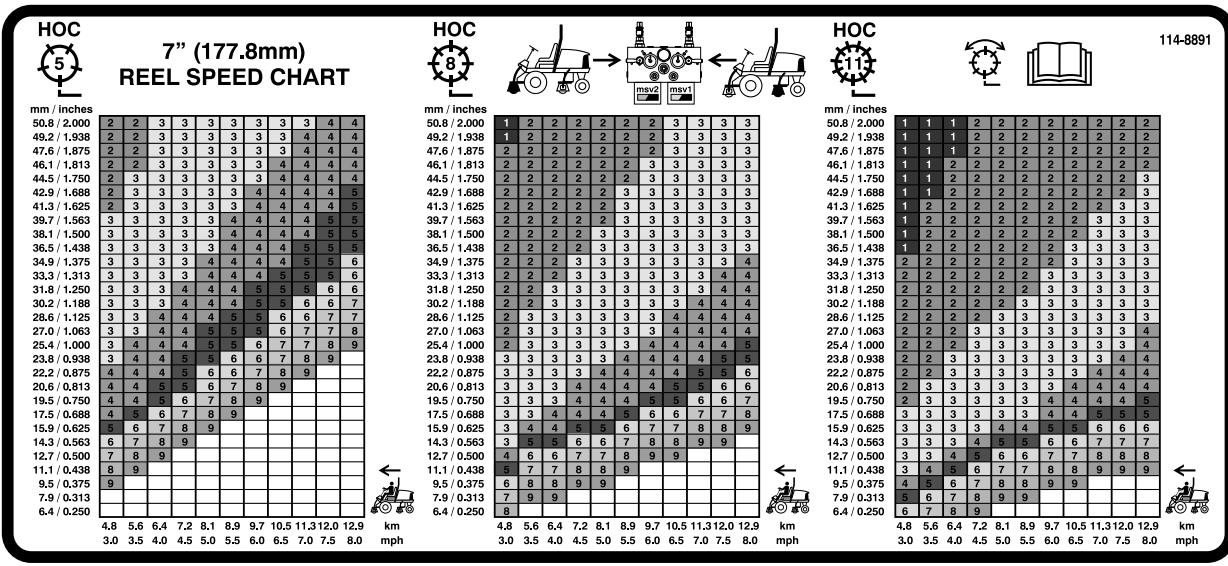
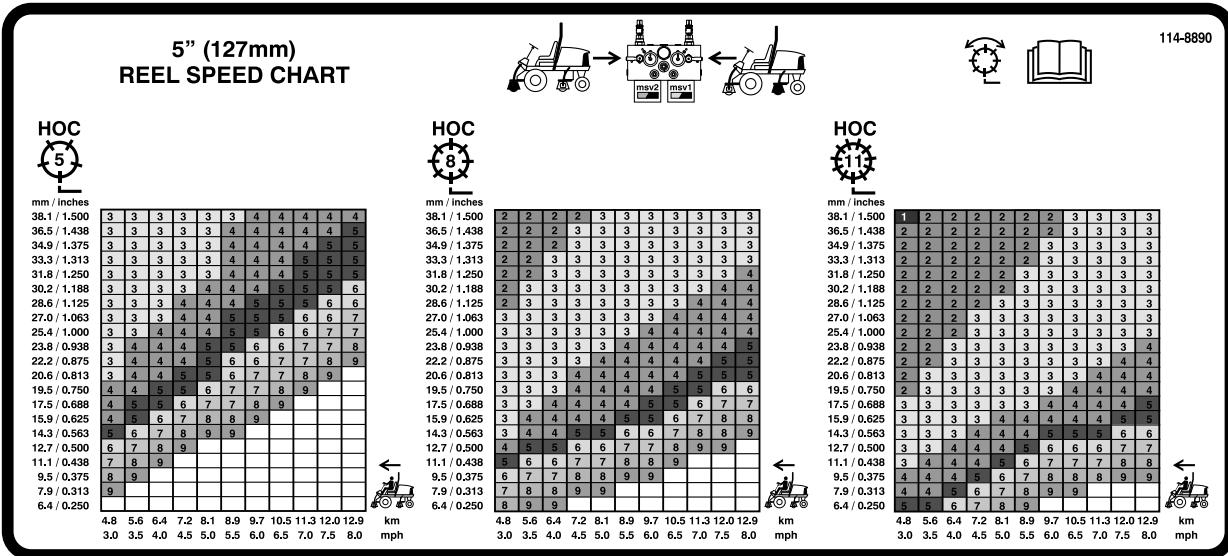

Figura 38
Figura 39
3. Usando el gráfico apropiado de la pegatina 110-0996 (Figura 38) para el Reelmaster 5510 y 5610 con molinete de 17,8 cm [7 pulgadas], o la pegatina 110-8923 (Figura 39) para el Reelmaster 5410 con molinete de 12,7 cm [5 pulgadas], determine el ajuste correcto para la velocidad de los molinetes.